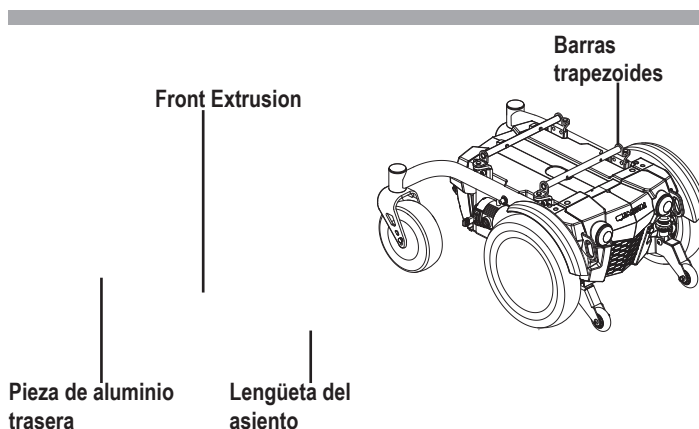

Figura 6. Sistema de Montaje Universal y el asiento contorneado
Instale el asiento antes de utilizar la silla por primera vez o tras haberla transportado a su lugar de destino. Instale el asiento antes de utilizar la silla por primera vez tras haberla transportado a su lugar de destino. La mayoría de los asientos están unidos a la base eléctrica mediante el Sistema de Montaje Universal (UMS). Se trata de piezas universales que pueden utilizarse con cualquier respaldo medio o alto, independientemente de la profundidad y anchura del asiento. Los dos componentes principales son de aluminio extruido y están ubicados en la base del asiento. Estas piezas se unen a un par de barras trapezoides que se acoplan a la base eléctrica. **Ver figura 6.**
1. Inclíne el asiento y encaje la pieza de aluminio trasera en la barra trapezoide trasera. **Ver figura 6.**
4. Mueva hacia abajo la lengüeta de seguridad. **Ver figura 6**